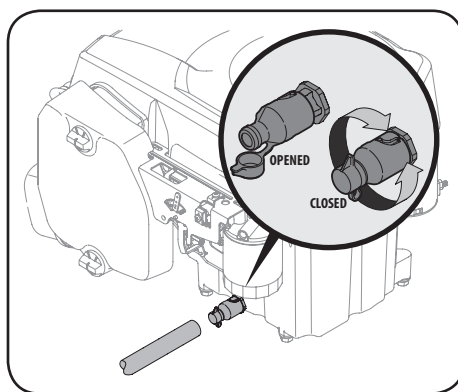

Figura 4-1
- Abra la tapita protectora del extremo de la válvula de drenaje para visualizar el orificio de drenaje. Consulte el recuadro de Figura 4-1.
- Empuje ligeramente la válvula de drenaje de aceite y gire hacia la izquierda para abrir y permitir el flujo de aceite. Consulte la Figura 4-1.